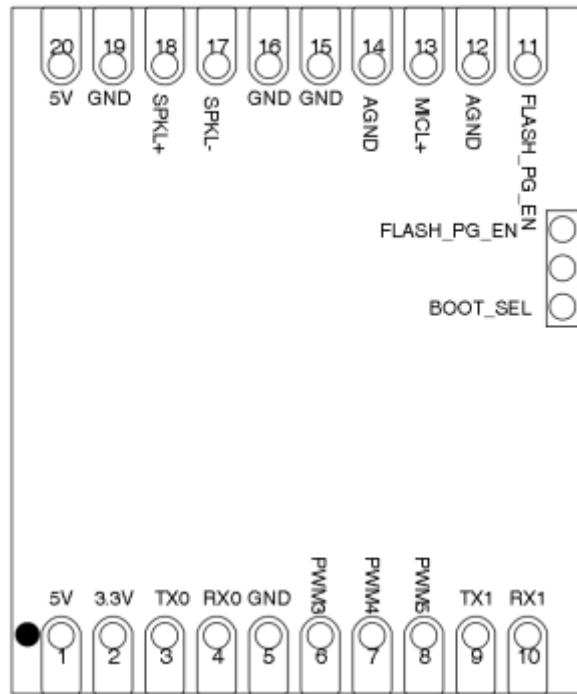

图6 模块引脚图
3. UART0接口可用于升级，底板请设计对应的插针方便后续升级，UART1接口与主控MCU通讯，PWM信号主要做灯控和红外功能，引脚顺序请参考图6。该接口中的UART引脚除了做串口通讯功能外，也可以配置为GPIO口。